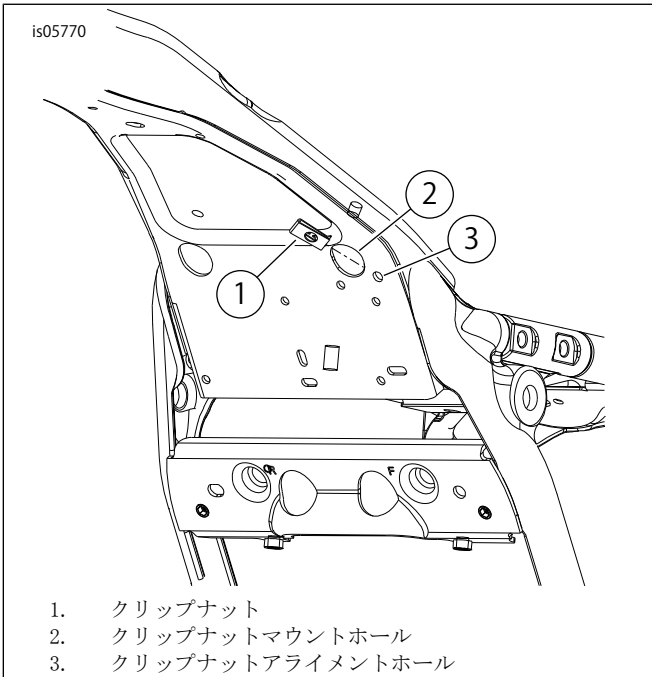

図2。クリップナットの取り付け
1. 図2を参照してください。マウントホール(2)にクリップナット(1)を取り付けます。クリップナットホールをアライメントホール(3)に合わせます。ミッドフレームエアデフレクターキットに付属の説明書に従って、4つのセルフクリンチングスペシャルナットを取り付けます。